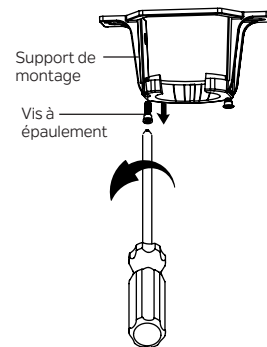

Fig. 15
Étape 1. Retirez l'une des deux vis à épaulement du support de montage. Desserrez la deuxième vis à épaulement sans la retirer complètement. (Fig. 15)